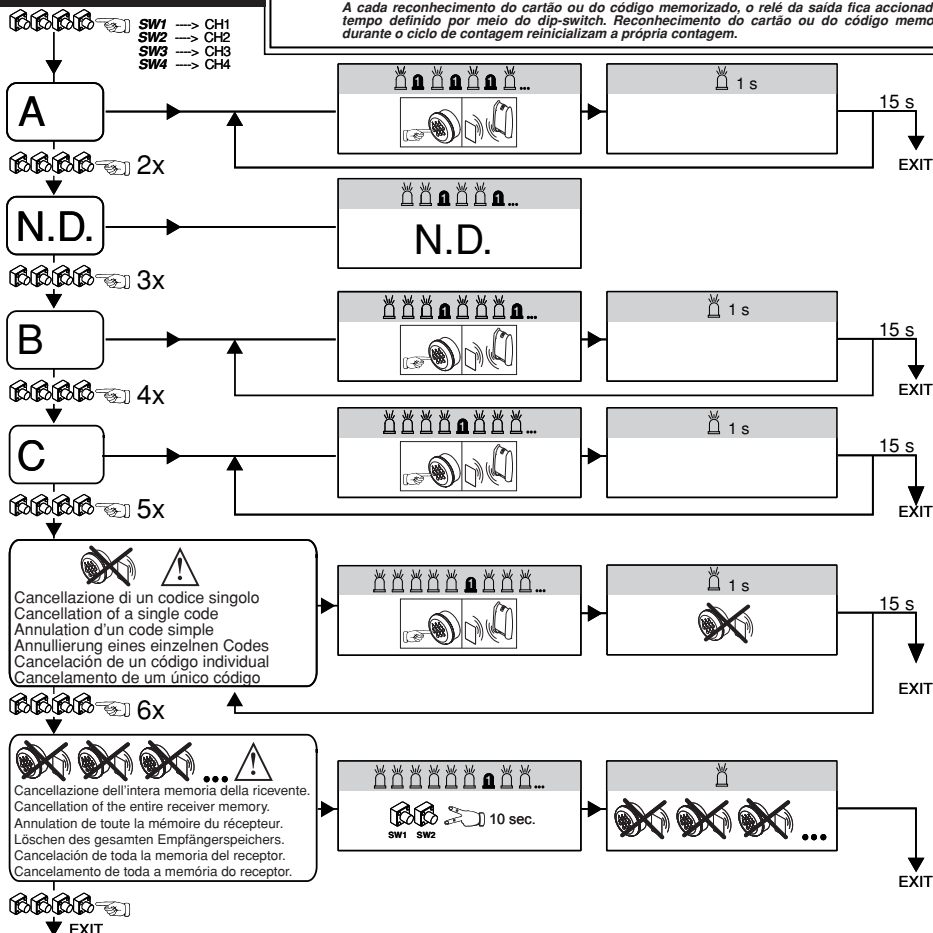

FIG.5
8) PROGRAMAÇÃO DOS TEMPOS DE ACTIVAÇÃO PARA A SAÍDA TEMPORIZADA: Ver Fig.5.**9) MANTENIMIENTO**
Ad ogni pressione del tasto della trasmittente, il relé dell'uscita resta attratto per il tempo impostato tramite dip-switch (Fig.5). Pressioni del tasto durante il ciclo di conteggio reinizializzano il conteggio stesso.
Each time the transmitter key is pressed, the output relay remains picked up for the time set by means of the dip switch (Fig.5). When the key is pressed during the count cycle, the actual count is restarted.
A chaque pression de la touche de l'émetteur, le relais de sortie reste excitée pour le temps programmé par l'interrupteur DIP (Fig.5). Les pressions de la touche pendant le cycle de comptage réinitialisent le comptage lui-même.
Bei jeder Betätigung der Sendertaste bleibt das Ausgangsrelais für die Dauer angezogen, die per Dip-Switch eingestellt wird (Abb. 5). Tastenbetätigungen während des Herunterzählens führen dazu, dass die Zeit erneut zu laufen beginnt.
Cada vez que se pulsa la tecla del transmisor, el relé de la salida permanece excitado durante el tiempo configurado mediante dip-switch (Fig. 5). Si la tecla se presiona durante el ciclo de cálculo, se reinicializa dicho cálculo.
A cada pressão da tecla do transmissor, o relé da saída fica acionado pelo tempo definido por meio do dip-switch (Fig.5). Pressões da tecla durante o ciclo de contagem reinicializam a própria contagem.